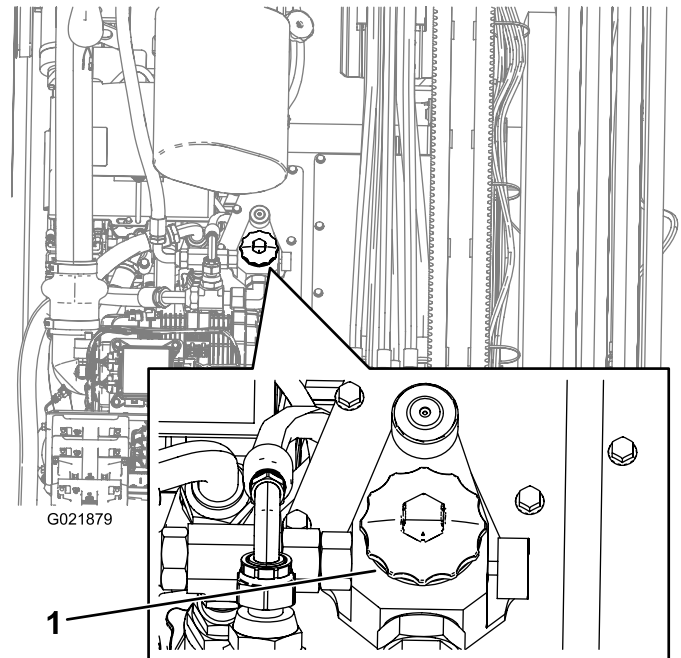

Figura 147
4. Abra el tapón del depósito hidráulico (Figura 147).
10. Coloque un recipiente debajo del filtro y retire el filtro (Figura 147).